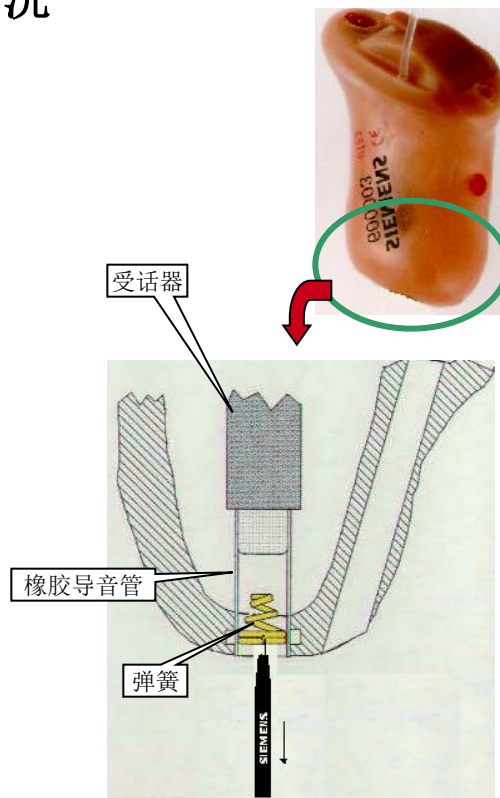

图2: 拉出弹簧
2. 防耳垢弹簧被耳垢堵塞时, 用带钩小棒钩住并拉出弹簧, 见图2。